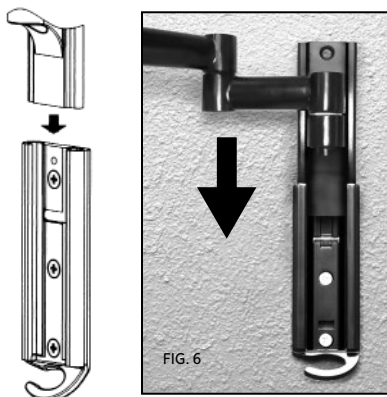

FIG. 6
1. Para completar la instalación, deslice con cuidado el soporte con la pantalla unida a la placa de pared (ver fig. 6). No suelte la pantalla hasta que el soporte esté colocado de manera segura en la placa de pared. Si necesita quitar el soporte de la pared, deslice con cuidado el soporte hacia arriba y hacia fuera de la placa de pared.